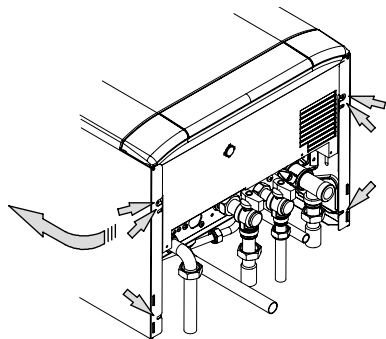

Figura 5.21
- Svitare le quattro viti indicate in Figura 5.21.